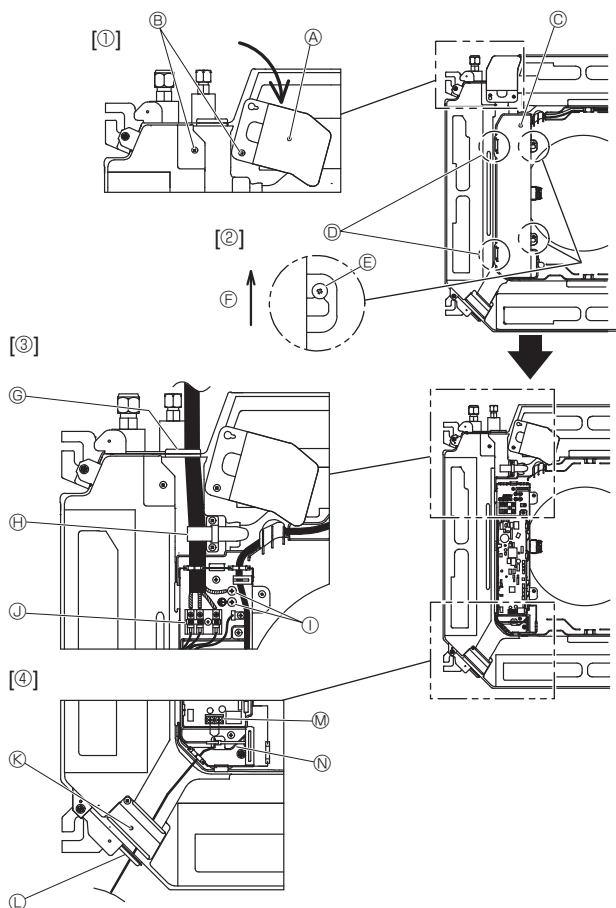

Fig. 6-1
6.1. Jednostka wewnętrzna (Fig. 6-1)
- Odkręć dwie śruby mocujące panel serwisowy okablowania elektrycznego, aby go otworzyć. [Fig. 6-1 ①]
- Odkręć dwie śruby mocujące pokrywę skrzynki elektrycznej, a następnie przesuwaj pokrywę. [Fig. 6-1 ②]
- Przeprowadź kabel zasilania, kabel połączeniowy jednostki wewnętrznej/zewnętrznej i kabel uziemienia przez odpowiednie przepusty kablowe pokazane na rysunku. [Fig. 6-1 ③]
- Przeprowadzić i podłączyć kabel pilota zdalnego sterowania przez przepusty kablowe przedstawione na schemacie. [Fig. 6-1 ④, Fig. 6-3]